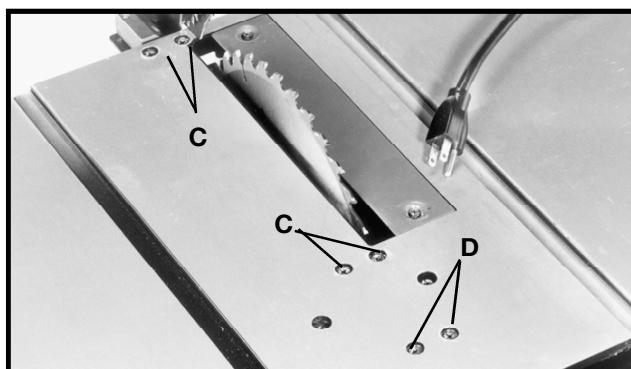

Fig. 43
6. Si les mesures (fig. 41 et 42) ne sont pas identiques à l'avant et à l'arrière, il est possible d'ajuster la lame. Commencer en desserrant les écrous sous les quatre vis (C) fig. 43, sur la table. Puis desserrer les vis (C). Déplacer soigneusement la lame de la scie jusqu'à ce qu'elle soit parallèle à la rainure du guide d'onglet. Puis serrer fermement quatre écrous sous la table ainsi que les quatre vis (C) fig. 43.
**REMARQUE :** s'il n'est pas possible d'effectuer un réglage suffisant en desserrant les vis (C), les vis (D) peuvent également se desserrer pour effectuer le réglage si absolument nécessaire.